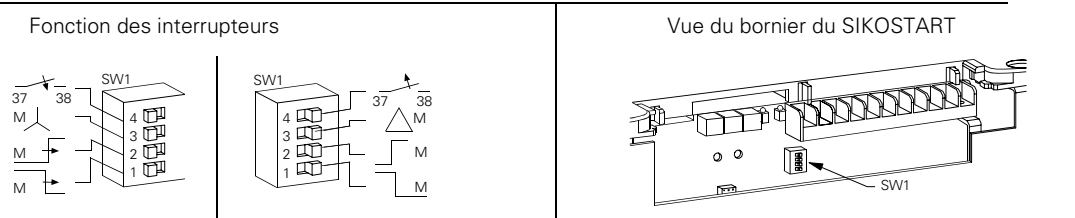

Figure 14 : Circuit de puissance pour moteur en montage standard, avec contacteur de shuntage
**Contacteur de shuntage.** Les applications montrées dans les figures 14 et 18 comprennent un contacteur de shuntage (K1), supportant le courant d'emploi du moteur (AC1), mais pas le courant de démarrage (AC3).